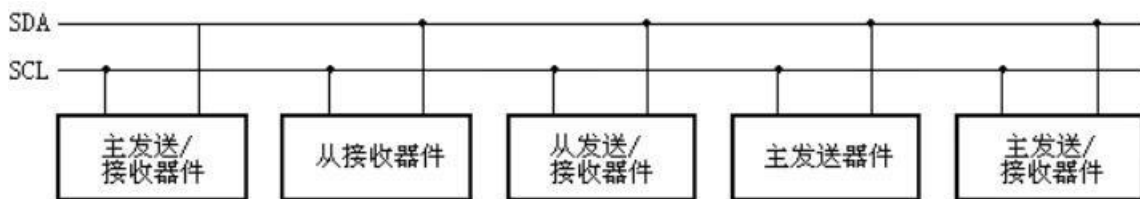

图 5. I2C 总线系统配置图
系统配置参见图 5，产生信息的器件是发送器，接收信息的器件是接收器，控制信息的器件是主器件，受控制的器件是从器件。
总线不忙时，数据线和时钟线保持高电平，数据线在下降沿、时钟线为高电平时为起动条件 (S)，数据线在上升沿、时钟线为高电平时为停止条件 (P) 参见图 5。